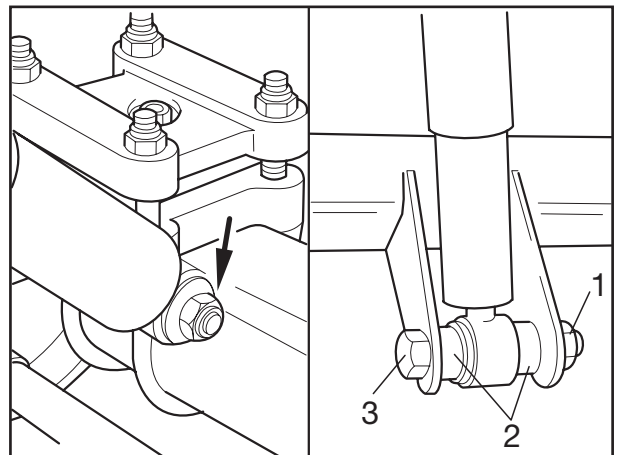

Fig. 6
- [10] Bei Stoßdämpferbefestigung mit Gewindebolzen müssen die Stoßdämpfer ausgebaut werden, dazu obere und untere Sicherungsmutter (Fig. 6/Pfeil) abschrauben und Stoßdämpfer abnehmen.
Bei Stoßdämpferbefestigung zwischen Platten untere Mutter (Fig. 6/1) der Befestigungsschraube (Fig. 6/3) abschrauben. Schraube herausziehen und Distanzhülsen oder Scheiben (Fig. 6/2), falls vorhanden, abnehmen.
| <p>[10] If the shock absorbers mountings have threaded pins, the shock absorbers must be removed by unscrewing the upper and lower lock nuts (Fig. 6/arrow).</p> <p>If shock absorber attached between plates, remove bottom nut (Fig. 6/1) of the securing bolt (Fig. 6/3). Remove the bolt and spacer sleeves or washers (Fig. 6/2), if present.</p> | <p>[10] Les amortisseurs fixés au moyen de goujons filetés doivent être démontés ; à cet effet, dévisser les écrous de sûreté supérieur et inférieur (Fig. 6/flèche) et retirer l'amortisseur.</p> <p>Si les amortisseurs sont fixés entre des chapes, dévisser l'écrou inférieur (fig. 6/1) de la vis de fixation (fig. 6/3). Enlever la vis, puis ôter les douilles d'écartement ou les rondelles (fig. 6/2), dans la mesure où elles existent.</p> |